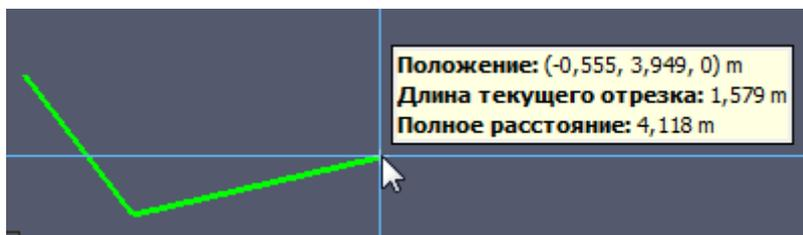

Рисунок 9-34 Информация, отображаемая инструментом измерения
2. Либо кликните по нескольким точкам, чтобы узнать полное расстояние вдоль пути, или нажмите и тащите для определения расстояния между двумя точками. Когда курсор движется, отображается положение курсора, полная длина пути и длина последнего сегмента, как показано на рисунке Рисунок 9-34.